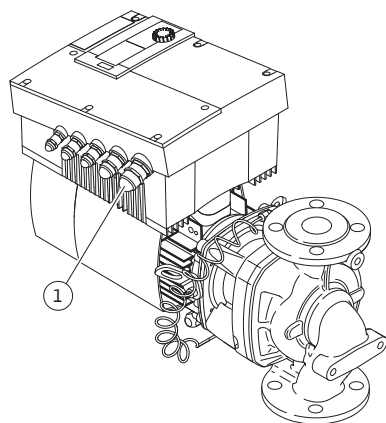

Fig. 27: Kabelförskruvning M25
- Nätanslutningskabeln ska föras in genom kabelförskruvningen M25 (Fig. 27, pos. 1).